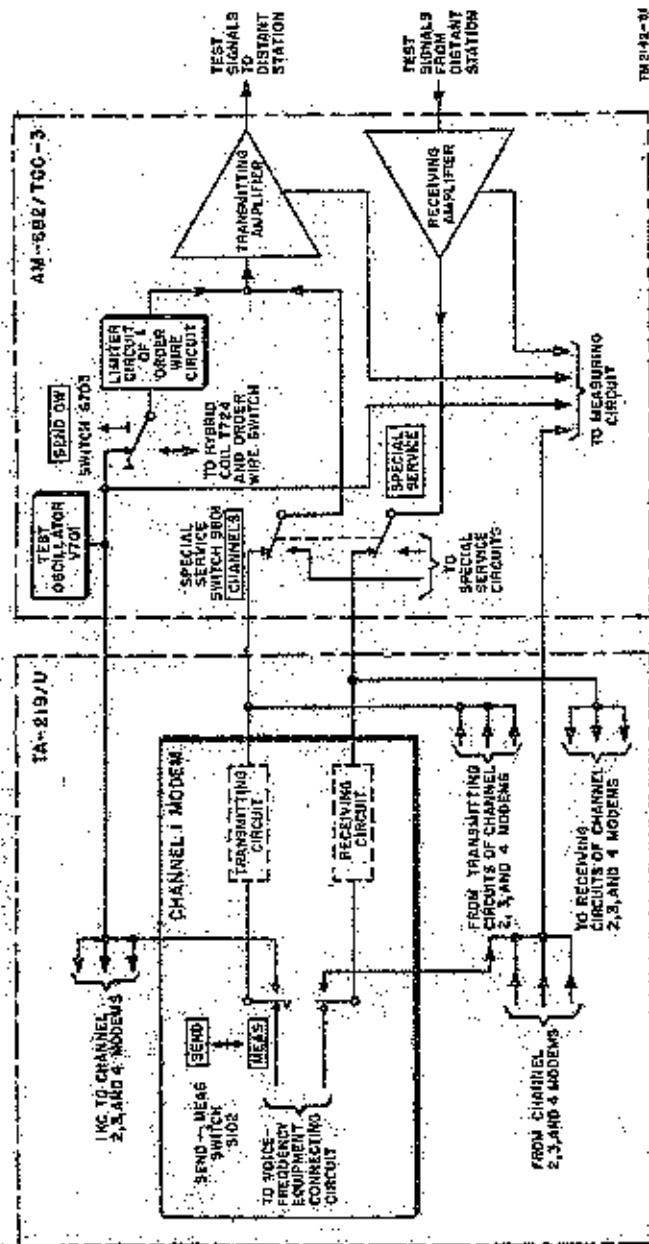

Fig.38. Schema a blocchi dei circuiti per le misure
b) Circuiti del canale di servizio per comunicazioni dirette con l'operatore corrispondente (fig.38)
Durante l'allineamento, il segnale di prova ad 1 KHz, attraversa alcuni circuiti del canale di servizio quando il comm. SEND OW (S703) viene azionato (posizione orizzontale). Il segnale ad 1 KHz prodotto dall'oscillatore di prova è applicato ai conduttori 2A e 3A, (fig.38) attraversa le R721 e R722 e il comm. S703 per essere quindi immesso nel ramo trasmettente del canale di servizio. L'S703 interrompe qualsiasi segnale trasmesso dal circuito telefonico locale e dal telefono d'estensione.
a) Schema a blocchi dei dispositivi per le misure (fig.38)